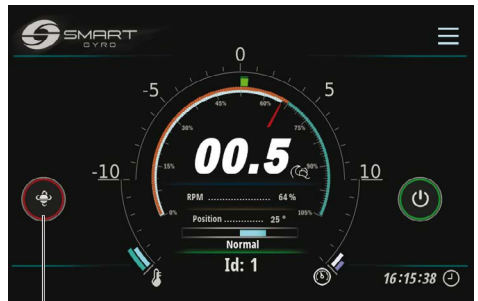

Abbildung 8
- Um die Präzessionsbewegung zu stoppen, drücken Sie auf das Symbol für die Präzessionsumschaltung. Der Kreis um das Symbol wird rot und zeigt an, dass die Präzession gesperrt ist und die Kugel sich nicht drehen kann (Abbildung 8, (1)).